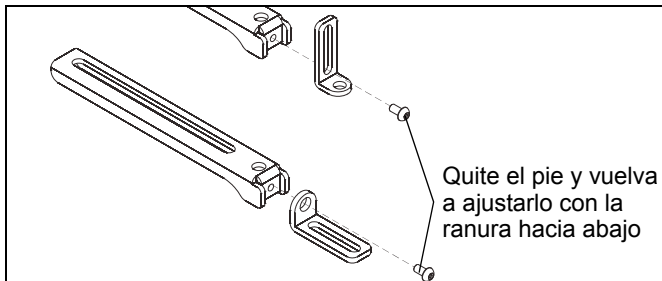

Figura 15
3. Afloje el tornillo y ajuste el pie que está sujeto a la pata ajustable. Si es necesario, el pie se puede quitar y volver a colocar para ajustarlo mejor. (Consulte Figura 15)